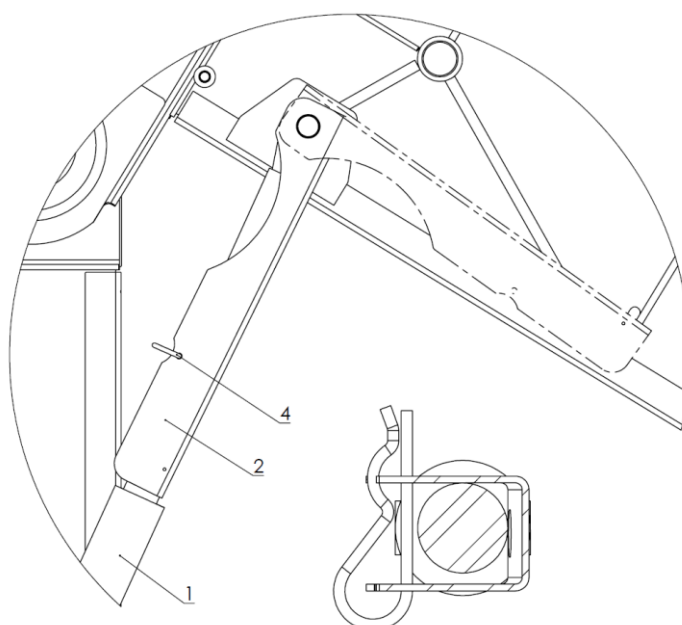

Figure 3. Verrouillages de sécurité des vérins
Fixez le capot de la presse à balles relevé en position haute comme indiqué sur la figure 3. Utilisez les colliers de serrage (2) fixés sur les axes supérieurs des vérins hydrauliques (1) des deux côtés de la presse à balles. Poussez les colliers de serrage (2) vers le haut jusqu'à ce qu'ils recouvrent les pistons des vérins déployés. Verrouillez le capot à l'aide des goupilles d'arrêt (4) pour éviter toute fermeture involontaire du capot. Déverrouillez les colliers de serrage de verrouillage du capot après avoir effectué les opérations prévues.